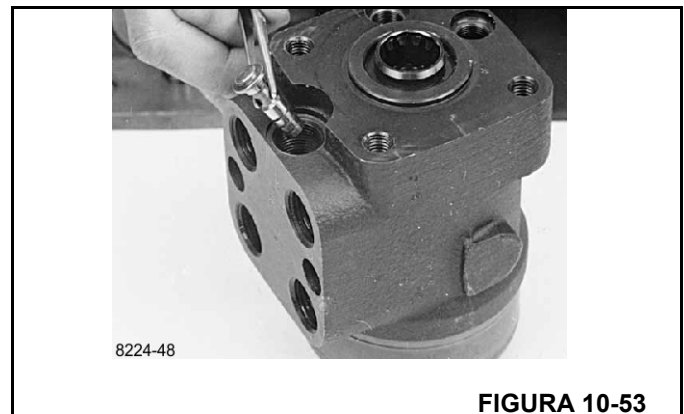

FIGURA 10-53
30. Instale el émbolo y el resorte (Figura 10-53).